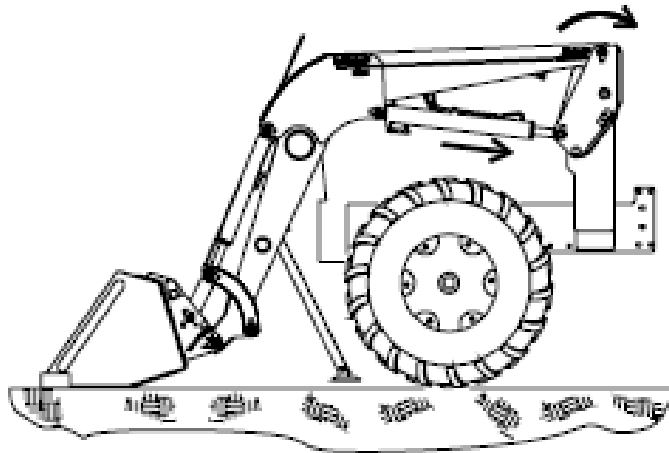

Рис. 5 Монтаж погрузчика на трактор
4. Трактор установите на нейтральное положение КПП, продолжайте сжимать цилиндры подъема и раздвигать цилиндры ковша для того, чтобы развернуть заднюю стойку лицом к стопорным штифтам (рис. 5). Заглушите трактор и включите парковочный тормоз.